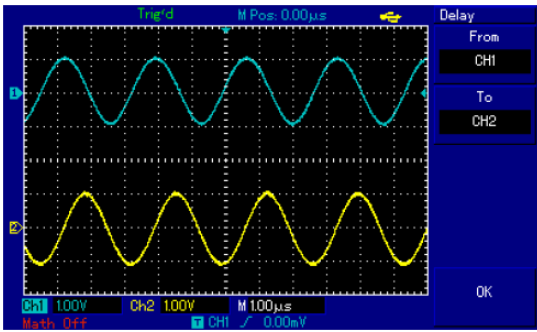

Рисунок 3-2. Задержка сигнала
- 2) Обратите внимание на изменения осциллограммы (см. Рисунок 3-2)